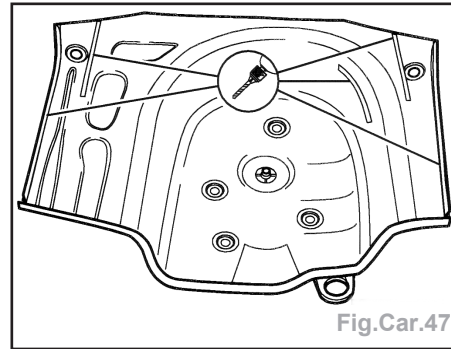

Fig.Car.47
- Percer la nouvelle pièce au niveau de la zone de raccordement avec le passage de roue (Fig.Car.47).